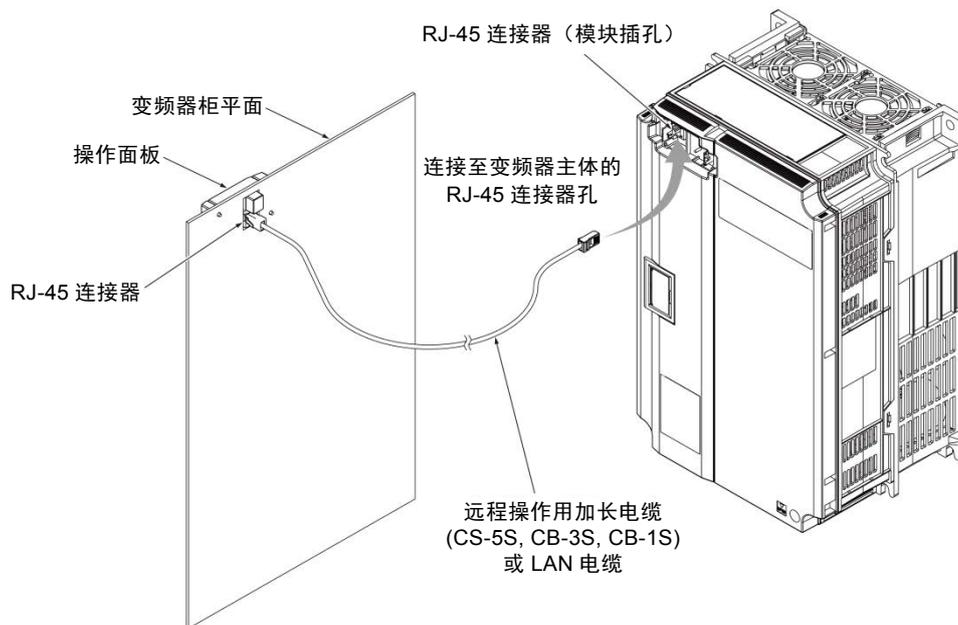

图 2.3-8 连接至操作面板、变频器主体的加长电缆或市售的 LAN 电缆
- (5) 将远程作用加长电缆(CB-5S, CB-3S, CB-1S)或市售的 LAN 电缆(直通)连接至操作面板的 RJ-45 连接器和变频器主体的 RJ-45 连接器(模块插孔)。(参考图 2.3-8)